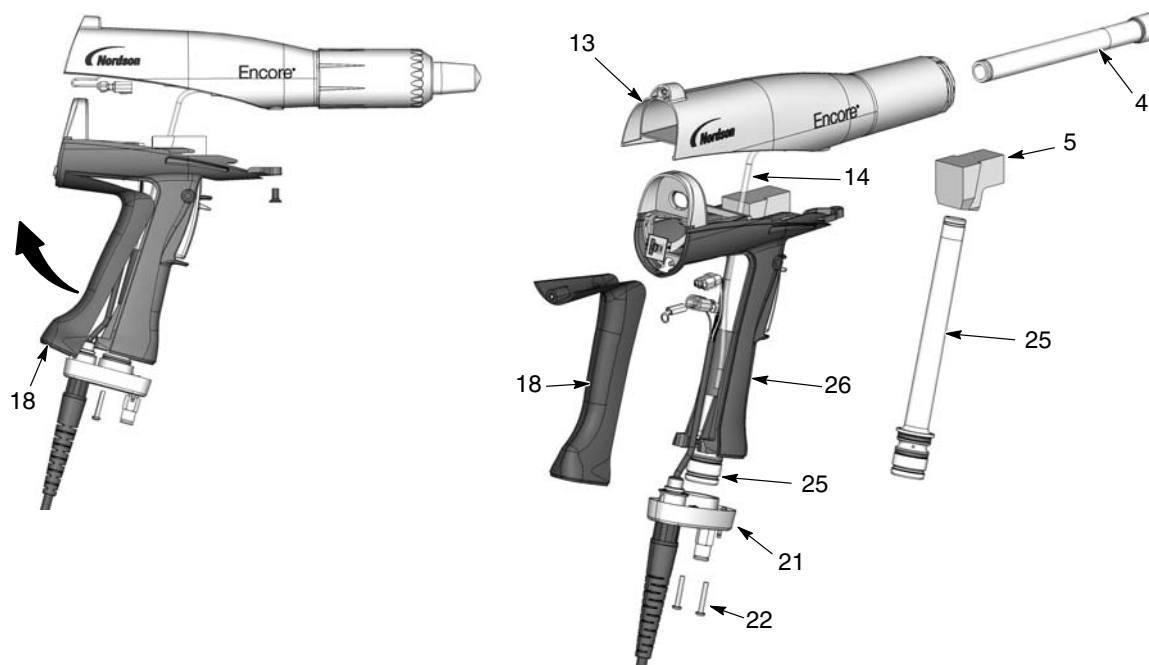

Bild 6-5 Byte av komponenter i pulvervägen
2. Se bild 6-5. Tag av vinkelanslutningen (5) från ingångsröret för pulver (25).
3. Skruva av de två M3 x 20 skruvarna (22) som fäster handtagets bas (21).
4. Drag ut basen från handtagsdelen, sväng undan nederdelen av jordkontakten (18) upp och bort från handtaget, och tag därefter av den. Låt jordledaren vara ansluten till jordkontakten.
5. Tryck inloppsröret (25) upp och ut ur basen, flytta därefter undan basen och drag ut inloppsröret ur handtaget.
6. Tryck ut utloppsröret (4) ur pistolkroppens framdel (13).
1. Se bild 6-5. Stick i utgångsröret (4) i pistolkroppen (13) så att rörändan ligger ens med pistolkroppens ände.
2. Sätt i inloppsröret (25) i handtaget (26), sätt därefter in rörets ände i handtagsbasen (21).